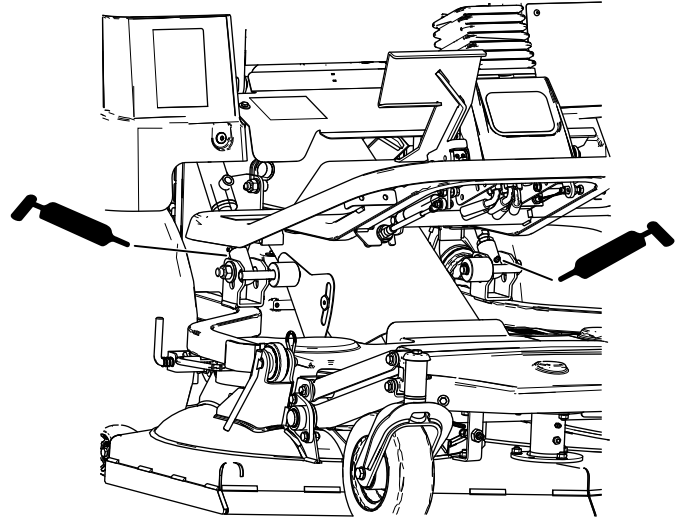

Bild 40
- Schneideeinheit Hubarm-Drehpunkte (Bild 40)